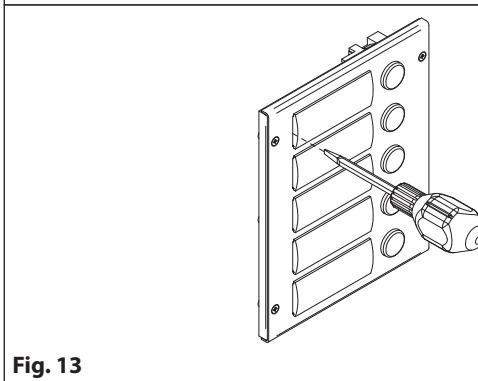

Fig. 13
- Inserire un cacciavite piatto nell'apposita fessura del porta cartellino come mostrato in **Fig. 13**;
- Insérer un tournevis plat dans la fente spécifique du porte-étiquette comme illustré sur la Fig. 13 ;